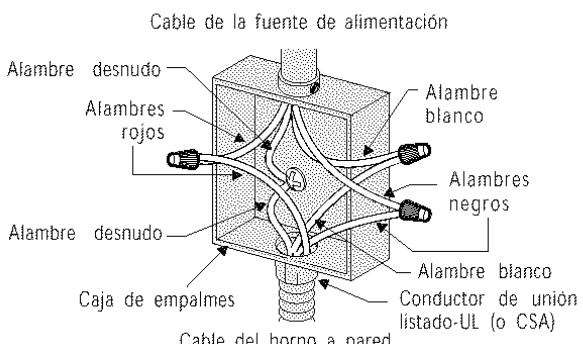

Figura 3
!ADVERTENCIA El marco esta aterrizado a través del cable neutro. Si es usado el electrodoméstico en una casa móvil (1996 NEC), vehículos recreativos, o donde las leyes locales no permitan aterrizar a través del cable neutro vea figura 3.
- Si este horno se va a usar en una casa sobre ruedas o si los códigos locales NO permiten que el armazón este conectado al neutro (blanco) de la toma a tierra, separe el alambre blanco y el de toma a tierra pelado que salen del final del cable de suministro de energía al electrodoméstico. Conecte el alambre blanco del cable de suministro de energía al alambre blanco neutro en la caja de empalme. Conecte el alambre negro y el alambre rojo del cable de suministro de energía, emparejando los colores con los alambres correspondientes en la caja de empalme. El alambre pelado debe de usarse ahora para la toma a tierra del electrodoméstico de acuerdo con los códigos eléctricos locales. Conecte el alambre de cobre pelado de toma a tierra al alambre de toma a tierra en el panel de servicio. NO conecte la toma a tierra a una tubería de suministro de gas. NO conecte el suministro de energía eléctrica hasta que el electrodoméstico tenga su toma a tierra instalada permanentemente. Conecte el alambre de toma a tierra antes de enchufar por primera vez el electrodoméstico (figura 3).